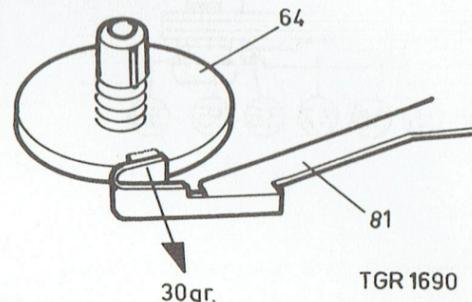

Fig. 7
**Equerre de freinage rep. 81 (fig. 7).**